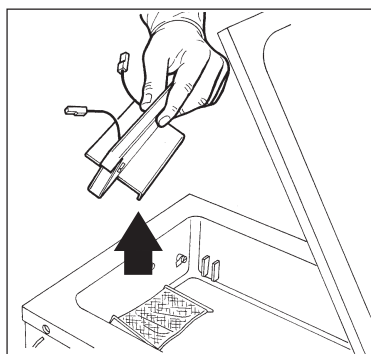

Fig. 2
- 3) Extraire la barre de soudure avec les câbles (Fig. 2).